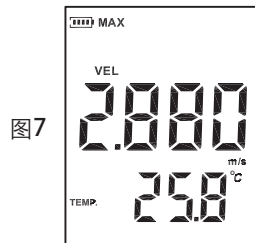

图7
- (1)测风速最大值时，LCD屏幕上方显示“MAX”字样，如图7：